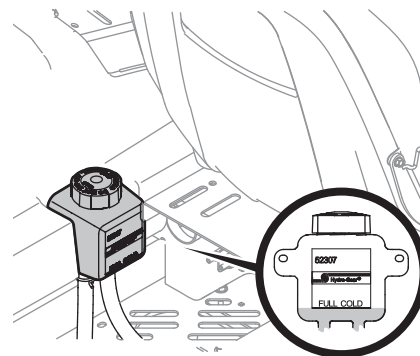

Figure 4-9
1. Basculez le siège du conducteur vers l'avant et nettoyez le bouchon du réservoir et la zone autour du bouchon pour que les débris ne contaminent pas l'huile. Voir Figure 4-9.
2. Tournez le bouchon vers la gauche pour le retirer, puis vérifiez le niveau d'huile. Il doit y avoir de l'huile au fond de la cuvette, cependant le niveau d'huile NE doit PAS dépasser la marque PLEIN FROID (FULL COLD). Voir Figure 4-9. NE REMPLISSEZ PAS LE RÉSERVOIR.